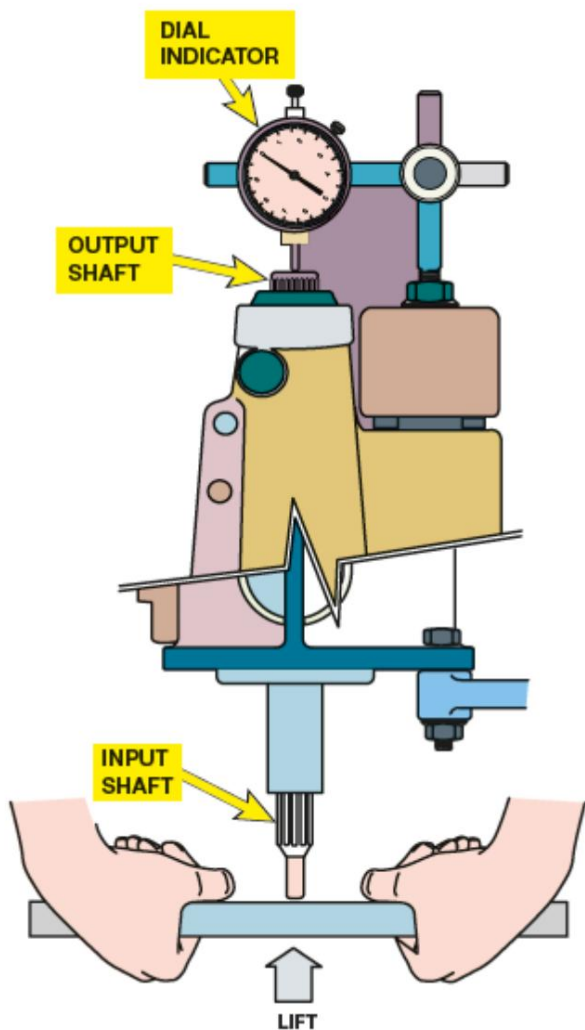

Figura 18. Medición del juego final.
- Mueva el eje hacia arriba y hacia abajo varias veces a lo largo de su recorrido libre mientras lee el juego axial o la holgura en el indicador de cuadrante. Figura 18.